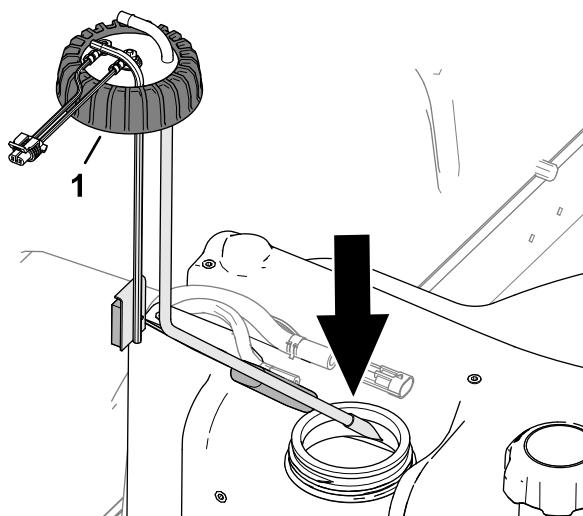

Figura 87
2. Monte cuidadosamente o tubo de captação de combustível e o flutuador no tanque de combustível (Figura 87).